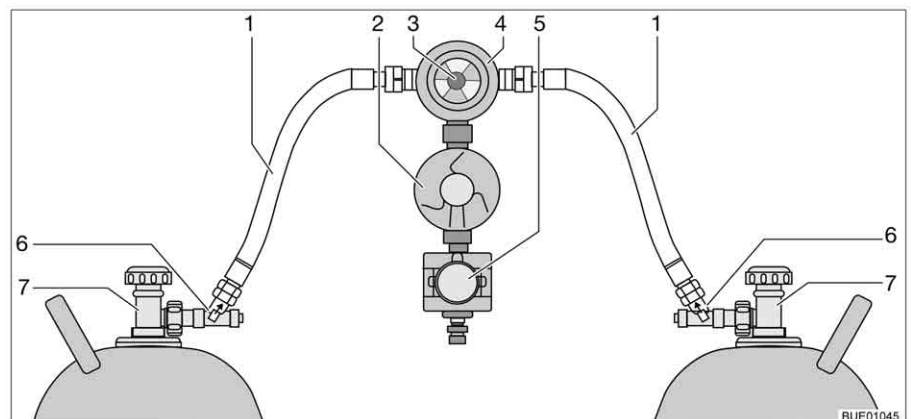

Fig. 150 Dispositif de commutation Crash Protection Unit
La Crash Protection Unit se compose de deux limiteurs de débit à verrouillage manuel (Fig. 150,6), d'une valve de commutation (Fig. 150,4) avec régulateur de pression (Fig. 150,2), d'une électrovanne (Fig. 150,5) et d'une unité de commande à DEL de trois couleurs. La valve de commutation est montée entre les deux lyres (Fig. 150,1).
Un bouton rotatif (Fig. 150,3), situé sur la valve de commutation, permet de définir laquelle des bouteilles de gaz est celle de service et laquelle est celle de réserve.
Seules les fonctions électriques peuvent être activées sur l'unité de commande (Fig. 151). Les robinets principaux des bouteilles de gaz (Fig. 150,7) et les dispositifs de déverrouillage (Fig. 150,6) doivent être ouverts manuellement.
- Ouvrir les robinets principaux des bouteilles de gaz (Fig. 150,7).
- Appuyer sur les dispositifs de déverrouillage (Fig. 150,6) l'un après l'autre pendant 10 secondes.
- Choisir la bouteille de gaz avec le bouton rotatif (Fig. 150,3) de la valve de commutation (Fig. 150,4) à partir de laquelle le gaz sera utilisé principalement (bouteille de service).
- Fermer les robinets principaux des bouteilles de gaz (Fig. 150,7).